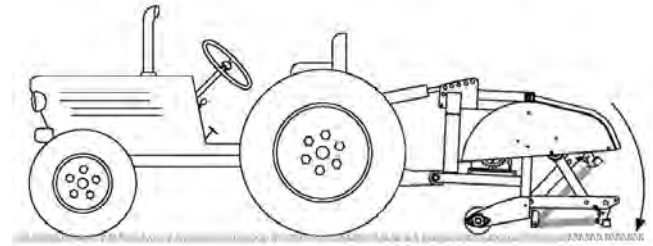

Figura 11
4. Baje el aireador al suelo y extienda completamente el cilindro del brazo superior o el brazo de enganche superior (Figura 11).